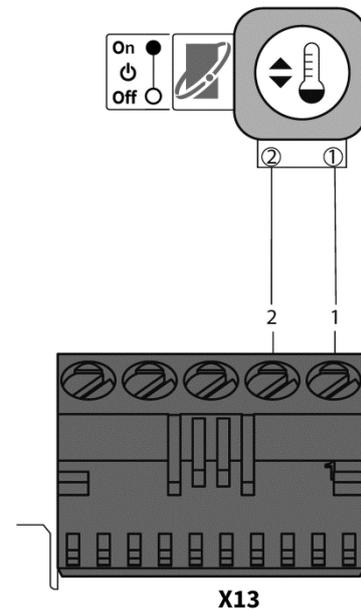

Abb. 16: Anschluss Raumthermostat oder OpenTherm Raumeinheit
- ➔ Schließen Sie den Raumthermostat gem. Abb. 16 an.
- ➔ Schließen Sie die Regelungserweiterung gem. Abb. 16 an.